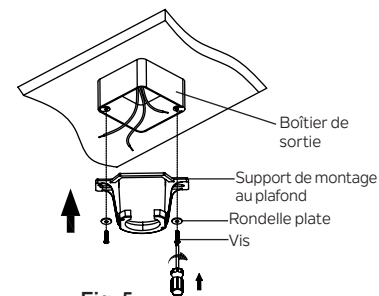

Fig. 5
Étape 1. Avant de fixer le ventilateur au boîtier de sortie (non incluse), assurez-vous que le boîtier de sortie est solidement fixé à au moins deux points à un élément du plafond structurel (un boîtier desserré fera vaciller le ventilateur). Faites passer les fils d'alimentation de 120 volts du boîtier de sortie au plafond par le centre du support de montage au plafond. Installez le support de montage sur le boîtier de sortie au plafond à l'aide des vis et rondelles fournies avec le boîtier de sortie. (Fig. 5)